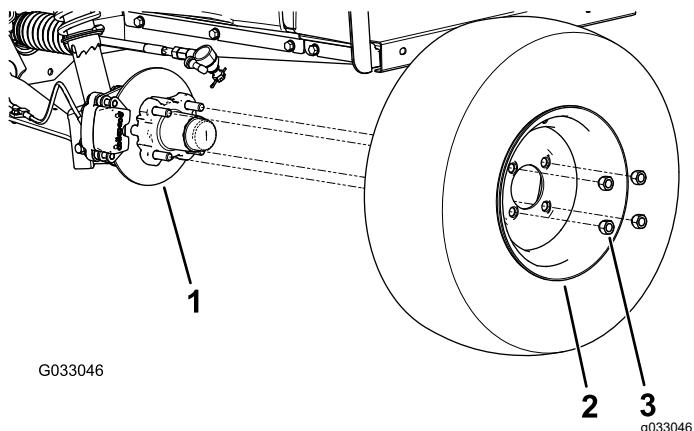

Figure 32
2. Retirez les 4 écrous de roue qui fixent la roue au moyeu (Figure 32).
- Alignez les trous dans la roue et les goujons du moyeu puis montez la roue sur le moyeu en plaçant la valve à l'extérieur (Figure 32).
- Fixez la roue au moyeu avec les écrous de roue (Figure 32). Serrez les écrous de roues à un couple de 108 à 122 N·m.